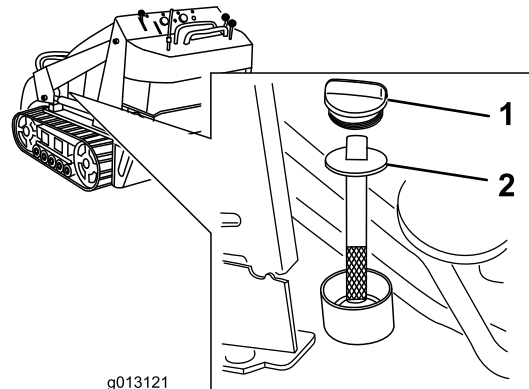

Figura 65
5. Retire el tapón y la varilla del depósito hidráulico (Figura 65).